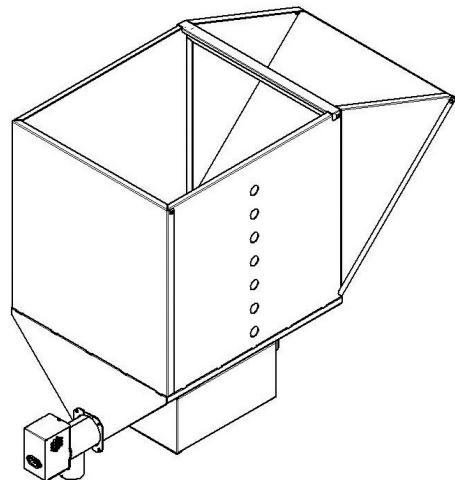

Рисунок 10
4. Собранный конструкцию закрепите с помощью поперечных стяжек как указано на (Рис. 10). Внимание! Отгиб  $45^\circ$  на стяжке должен располагаться наружу.